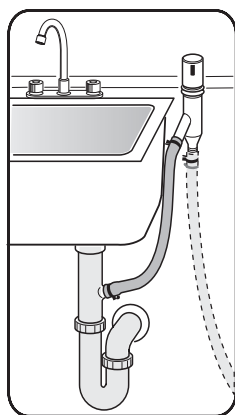

Figure 24
- 3 Sur la connexion de vidange de l'évier par un espace d'air, **figure 24**.